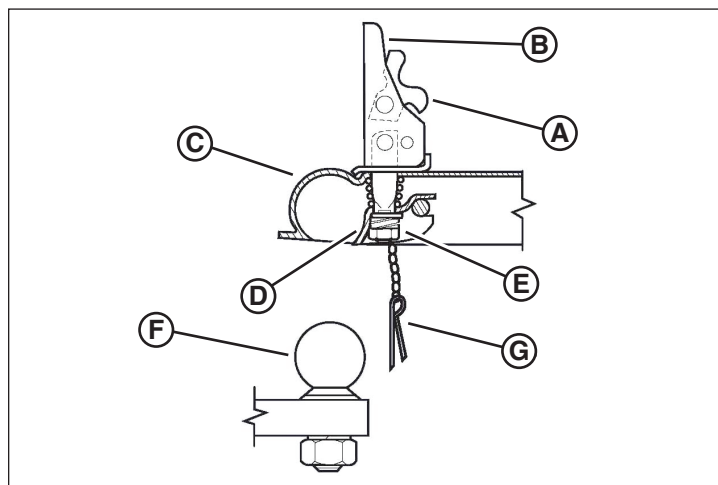

Figure 7
- Tirer sur la gâchette de verrouillage (A, Figure 7) et soulever le levier de verrouillage (B, illustré soulevé).
- Ajuster l'accouplement de la boule d'attelage (F, Figure 7) en poussant le verrou du canal (D) vers le haut, hors de l'écrou d'ajustement (E).
- Vérifier que la boule d'attelage est bien engagée dans la douille d'accouplement (C, Figure 7).
- Appuyer pour abaisser le levier de verrouillage en position verrouillée. Insérer la goupille de verrouillage (G, Figure 7) dans le trou dans le levier de verrouillage ou utiliser un cadenas pour plus de sécurité.